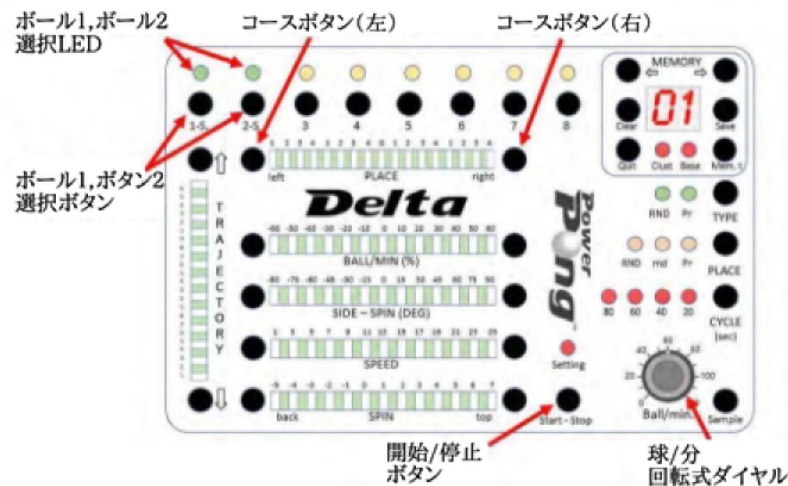

図 4-1
Delta ロボットのパワーアップ時、最初に送球される球は基本球となり、台のセンターライン付近に送球されるべきです。また、特に練習メニューを使用する場合、ロボットがフォアとバックの球をセンターラインから同じような距離で発射されることが重要です。ロボットが台の左側と右側(バックとフォア)を交互に球を発射されるように設定し、球が中心線に対してどこに着地するかを観察することで、これを確認します。もし球がセンターラインから同じような距離(例:バックはセンターラインより約20cm右、フォアはセンターラインより約20cm左)であれば、調整は必要ないです。もし、距離が約5cm以上異なる場合は、調整をお勧めします。以下の手順で適切な調整が行われているか確認してください。図 4-1 と 4-2 を参照してください。
2. ボール1の選択LEDが点滅します。左の 配置ボタンを 2 回押し、ボール 1 がセンターラインの左側に来るようにします。(図4-1) 配置LEDディスプレイの "G "の2つ左、"3 "の下のLEDが点灯している必要があります。
3. ボール 2 の選択ボタンを押します。ボール2の選択LEDが点滅し始めます。ボール2がセンターラインの右側に来るように、右のPLACEボタンを4回押します。(図4-1) 配置LEDディスプレイの "2 "の下、"G "の2つ右のLEDが点灯している必要があります。
4. 球/分(%) 回転式ダイヤルを「 25」に設定します。(図 4-1)